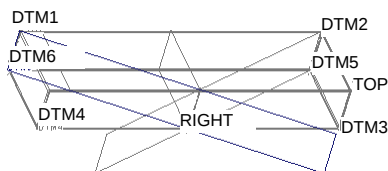

图 10.5.16 创建 DTM6
Step11. 创建图 10.5.16 所示的基准平面 DTM6。单击 **模型** 功能选项卡 **基准** 区域中的“平面”按钮 ，按住 Ctrl 键，选取基准轴 A_1 和基准轴 A_3，单击对话框中的 **确定** 按钮。